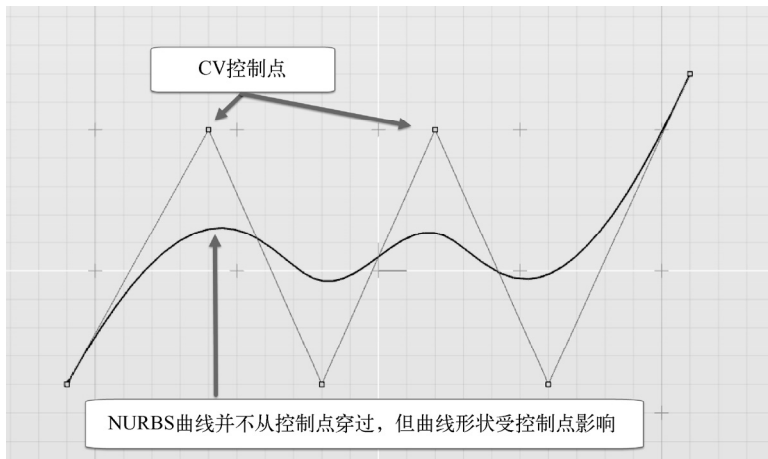

图 3-1 NURBS 曲线
NURBS (Non-Uniform Rational B-Splines) 即非均匀有理 B 样条。NURBS 曲线 (见图 3-1) 以控制点 (CV) 来控制曲线造型, 但 NURBS 曲线从不通过控制点。每个控制点的参数均影响曲线的形状。